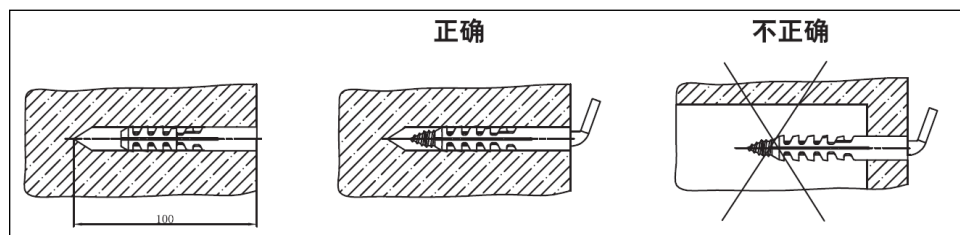

图 4
**警告：**热水器随机所配的安装附件仅限于坚固的实心水泥墙，如图 4 所示，不正确的安装有可能会造成热水器坠落造成人身或财物的损伤。